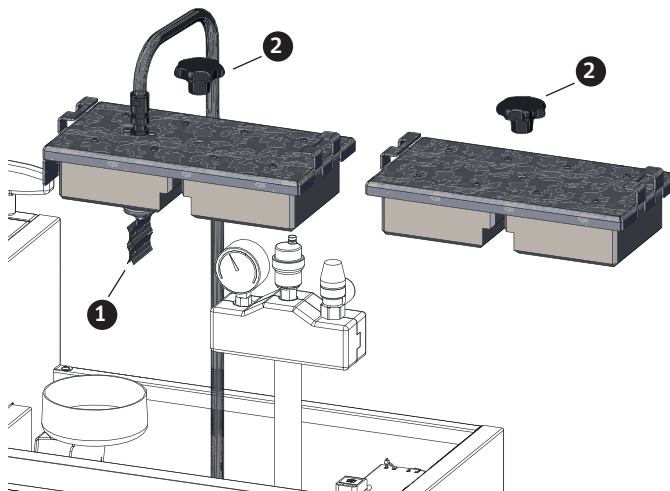

Fig. 63 Svitare il collegamento a vite ed estrarre il coperchio
- ▶ Svitare il collegamento a vite ed estrarre il coperchio – Fig. 63.
- ▶ Estrarre il coperchio, per le caldaie a pellet con collettore di polveri elettrostatico NON scollegare il cavo, ma mettere con cautela il coperchio da parte – Fig. 63.